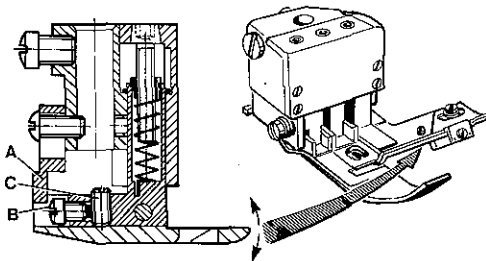

Fig.47
The tipping angle of the presser foot bottom in the middle is adjustable. For adjustment remove the presser foot. Remove stop (A, Fig.47) for presser foot bottom, loosen screw (B) and adjust with set screw (C) the required tipping angle. Retighten screw (B) and mount stop (A) so the presser foot bottom is guided laterally when assembled to the machine.
Der Kippwinkel der mittleren Drückerfußsole ist einstellbar. Bauen Sie zur Einstellung den Drückerfuß aus. Entfernen Sie den Anschlag (A, Fig.47) für die Drückerfußsole, lösen Sie die Schraube (B) und stellen Sie mit dem Gewindestift (C) den gewünschten Kippwinkel ein. Ziehen Sie die Schraube (B) wieder an und montieren Sie den Anschlag (A) so, daß die Drückerfußsole seitlich geführt wird, wenn der Drückerfuß in die Maschine eingebaut ist.